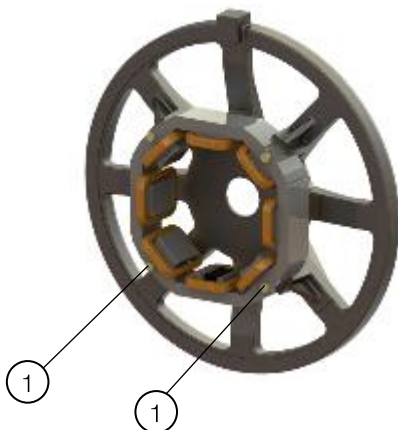

Abbildung 6.5: Befestigungspunkte für röhrenförmige Widerstandsstützen
4. Bei abmontiertem Deckel die beiden unteren Befestigungsschrauben vom Erregerstator entfernen, gemäß Abbildung 6.5.
Legende zu Abbildung 6.5: